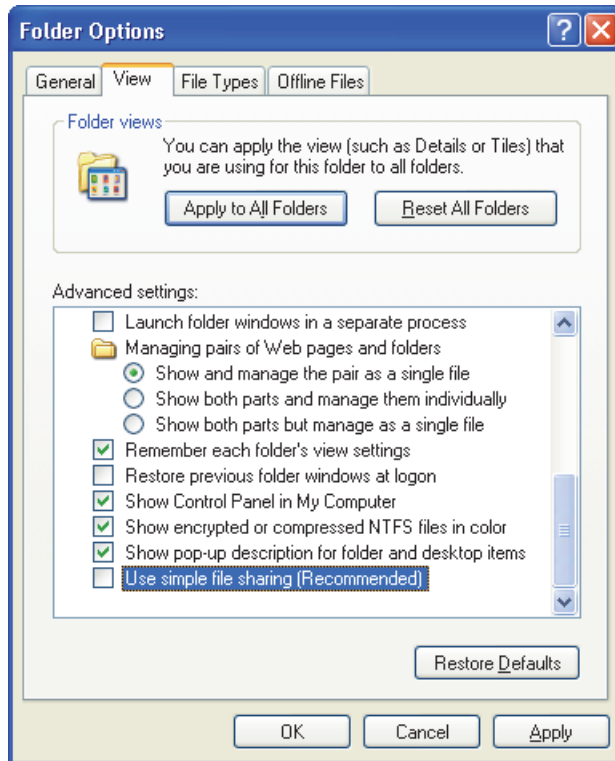

Figura 7-14 Cuadro de diálogo Folder Options (Windows XP)
- c) En el cuadro de diálogo **Folder Options**, haga clic en la pestaña **View** (Visualización). Véase la Figura 7-14 en la página 224.